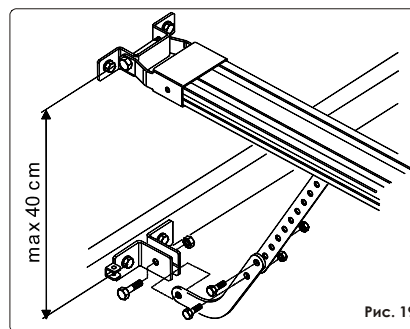

Рис. 19
- Если используется изогнутый рычаг для секционных ворот (опционально) произведите его сборку с прямым рычагом каретки, как показано на рис. 19.